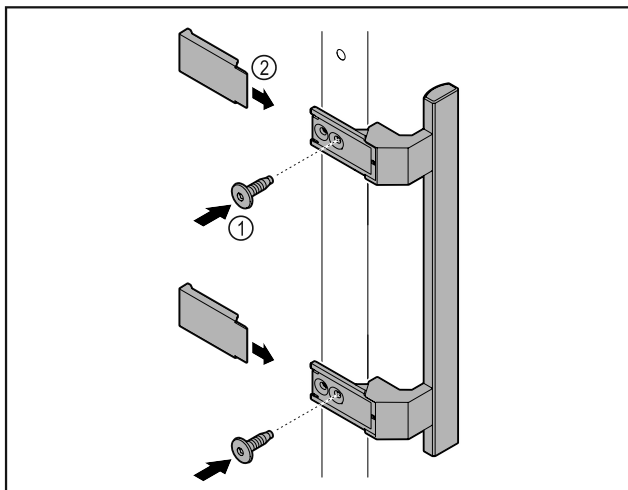

Fig. 5
- ▶ Montera handtaget från tillbehörspaketet på dörren med de skruvar Fig. 5 (1) som medföljer.
- ▶ Sätt på skyddet Fig. 5 (2).